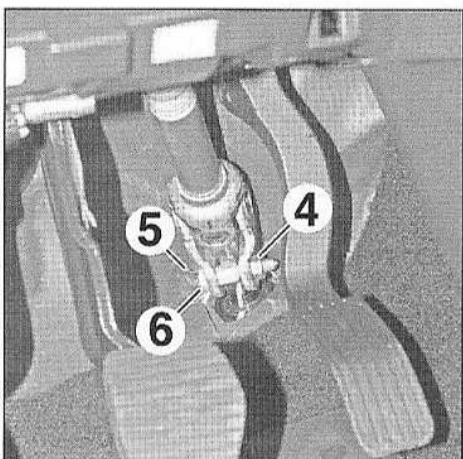

FIG.35
- Déposer l'écrou (4) (Fig.35).
- Ecarter l'agrafe (5).
- Déposer la vis (6).